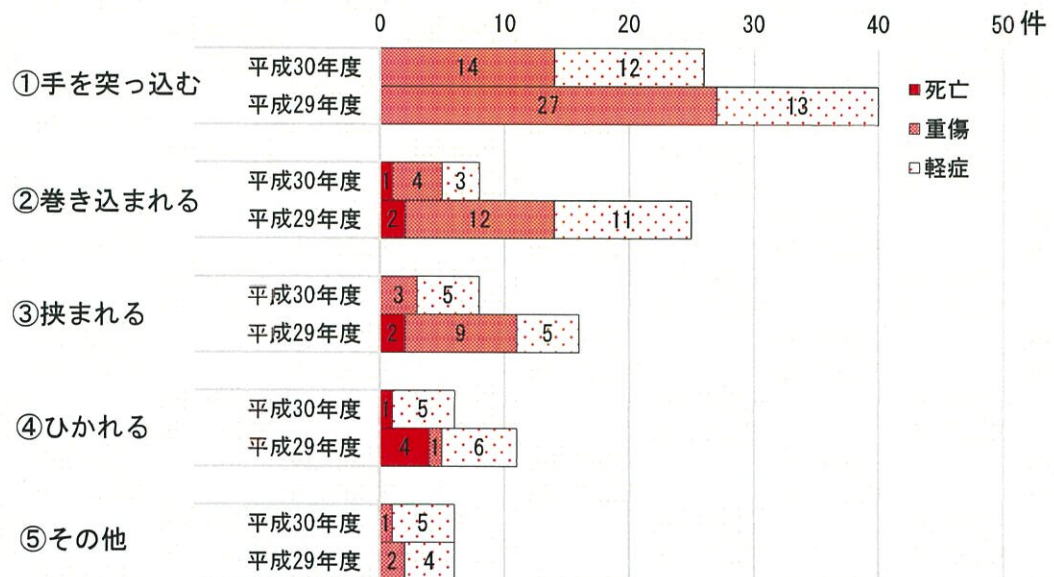

図 2 除雪機による事故件数
(1) 事故件数
降雪期の 11 月から翌年 3 月末までの期間において、12 道県⁴で発生した事故⁵は平成 29 年度に 98 件、平成 30 年度に 54 件でした。このうち、死亡事故は平成 29 年度に 8 件、平成 30 年度に 2 件発生しています。重傷事故については、平成 29 年度に 51 件、平成 30 年度に 22 件発生しています。調査委員会では、これらを、①投雪口に手を突っ込み負傷する事故、②オーガに巻き込まれる事故、③除雪機と壁等に挟まれる事故、④除雪機にひかれる事故の 4 類型に分類しています（図 2）。